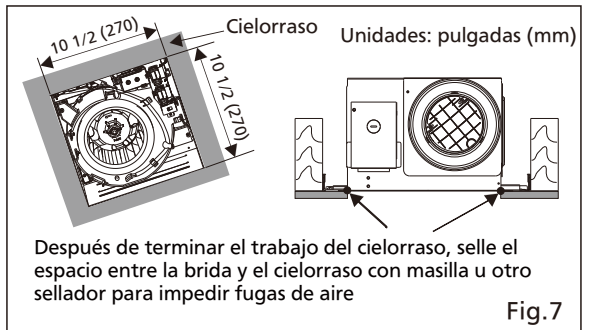

Fig.7
9. Finalice el trabajo en el cielorraso. El orificio del cielorraso debe quedar alineado con los bordes internos de la brida. (Fig.7)